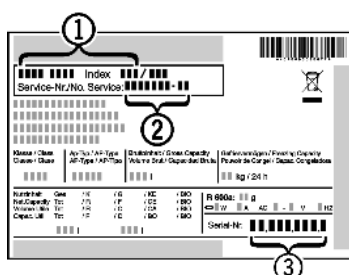

Fig. 20
- ▶ A készülék megnevezését Fig. 20 (1), a szerviz- Fig. 20 (2) és sorozatszámot Fig. 20 (3) a típustábláról olvassa le. A típustábla a készülék belsejében baloldalon található.
- ▶ Értelmezze a vevőszolgálatot a hibáról, és adja meg nekik a készülék megnevezését Fig. 20 (1), a szerviz- Fig. 20 (2) és a sorozatszámot Fig. 20 (3).